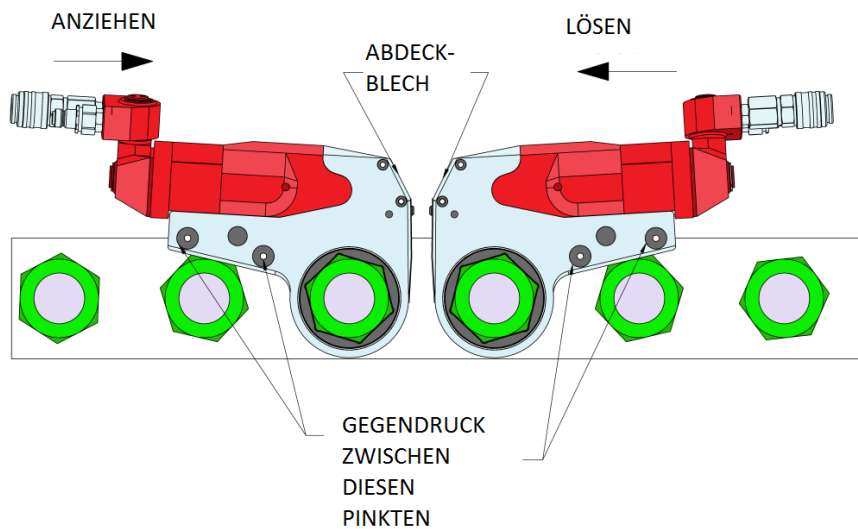

Abb. 4: Druckpunkte
**(Anwendungsbeispiele siehe Abbildung 4.)** Der Hub der Kolbenbaugruppe dreht den Ratschen Sechskant immer in Richtung Abdeckblech.